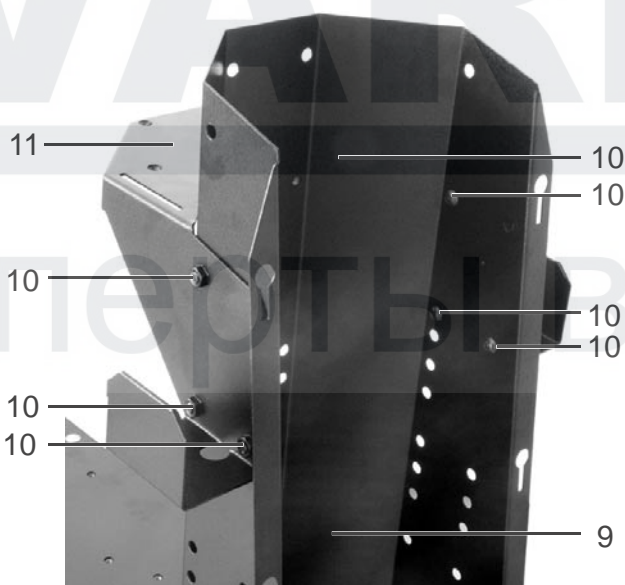

Рис. 3/7
- Лист настройки высоты (11) прикрутить винтами с внутренним шестигранником M8x10 (10) к листу держателя баллонов (9). (см. также рис. 3/1).